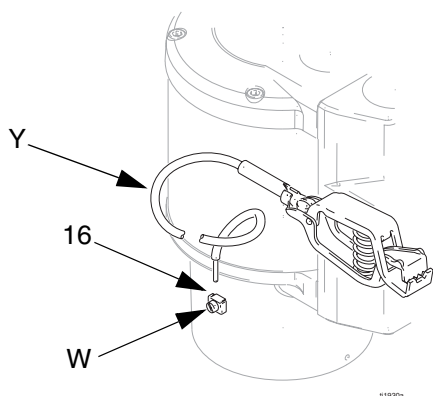

ABB. 1. Erdungskabel
1. *Pumpe*: Erdungsdraht und Klammer verwenden. Siehe ABB. 1. Ein Ende eines 1,5 mm³ dicken Erdungsdrahtes (Y) in die Erdungsklammer (16) der Pumpe geben und die Schraube (W) fest anziehen. Das andere Ende des Drahtes mit einem guten Erdungspunkt verbinden. Zu bestellen: Erdungsdraht, Artikel-Nr. 238909.